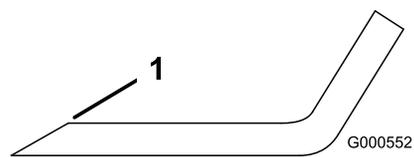
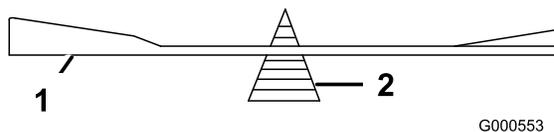

Figura 54
Figura 55
1. Utilice una lima para afilar el filo de corte en ambos extremos de la cuchilla (Figura 54). Mantenga el ángulo
2. Verifique el equilibrio de la cuchilla colocándola sobre un equilibrador de cuchillas (Figura 55). Si la cuchilla se mantiene horizontal, está equilibrada y puede utilizarse. Si la cuchilla no está equilibrada, rebaje algo del metal en la parte de la vela solamente (Figura 54). Repita este procedimiento hasta que la cuchilla esté equilibrada.